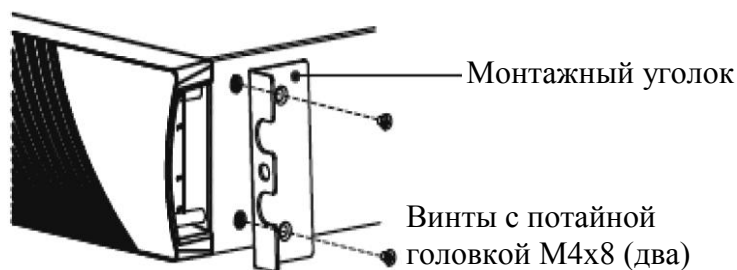

Рис. 6 Установка монтажных кронштейнов
9. Расположите монтажные кронштейны вдоль линии винтовых отверстий на каждой стороне ИБП и зафиксируйте их с помощью входящих в комплект винтов с потайной головкой М4×8 (см. Рис. 6)